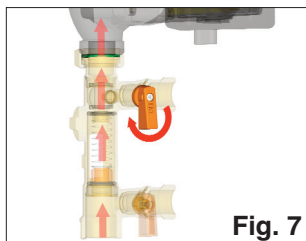
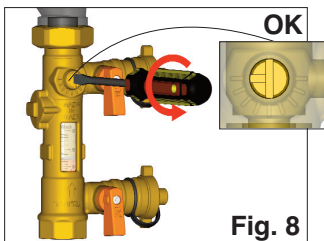

Fig. 7
Fig. 8
- Fermer la vane de charge (fig. 7), revenir à la position unitiale de la vis de régulation (fig. 8) et faire fonctionner l'installation.